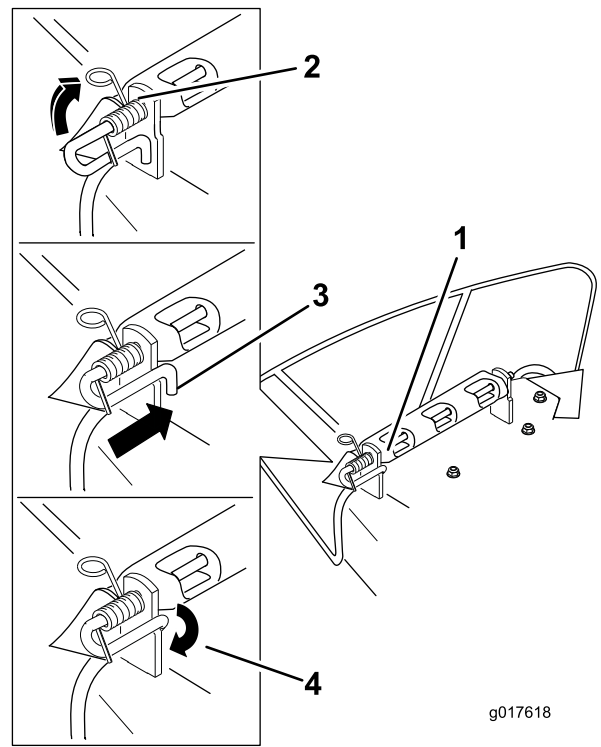

Figura 79
4. Posizionate il nuovo gruppo deflettore di scarico con le estremità delle staffe collocate tra le staffe saldate al piatto come illustrato nella Figura 79.
6. Posizionate la molla sull'asta, come illustrato nella Figura 79, in modo che l'estremità più corta della molla provenga da sotto l'asta prima della curva e vada sopra l'asta mentre ritorna dalla curva.
7. Sollevate l'estremità lunga della molla e inseritela nella tacca presente sulla staffa del deflettore (Figura 79).
8. Fissate il gruppo costituito dall'asta e dalla molla ruotandolo in modo tale da collocare l'estremità corta dell'asta dietro la staffa anteriore saldata al piatto di taglio (Figura 79).